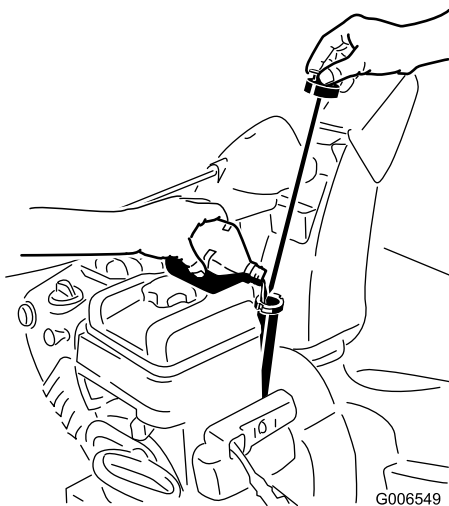

Figure 32
2. Sortez de nouveau la jauge et contrôlez le niveau d'huile (Figure 32). Ajoutez de l'huile, si le niveau est en dessous du repère du minimum sur la jauge (voir Plein d'huile du carter moteur).